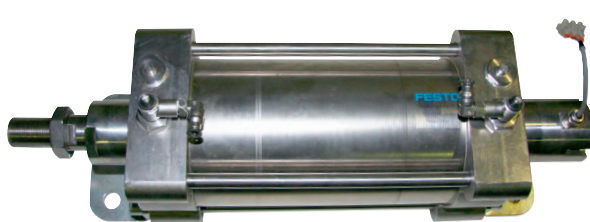

Рис. 1. Пневмоцилиндр-позиционер CRDNGI-125-150-CC
- ПП CRDNGI-125-150-CC (диаметр цилиндра 125 мм, ход поршня 150 мм, рис. 1);